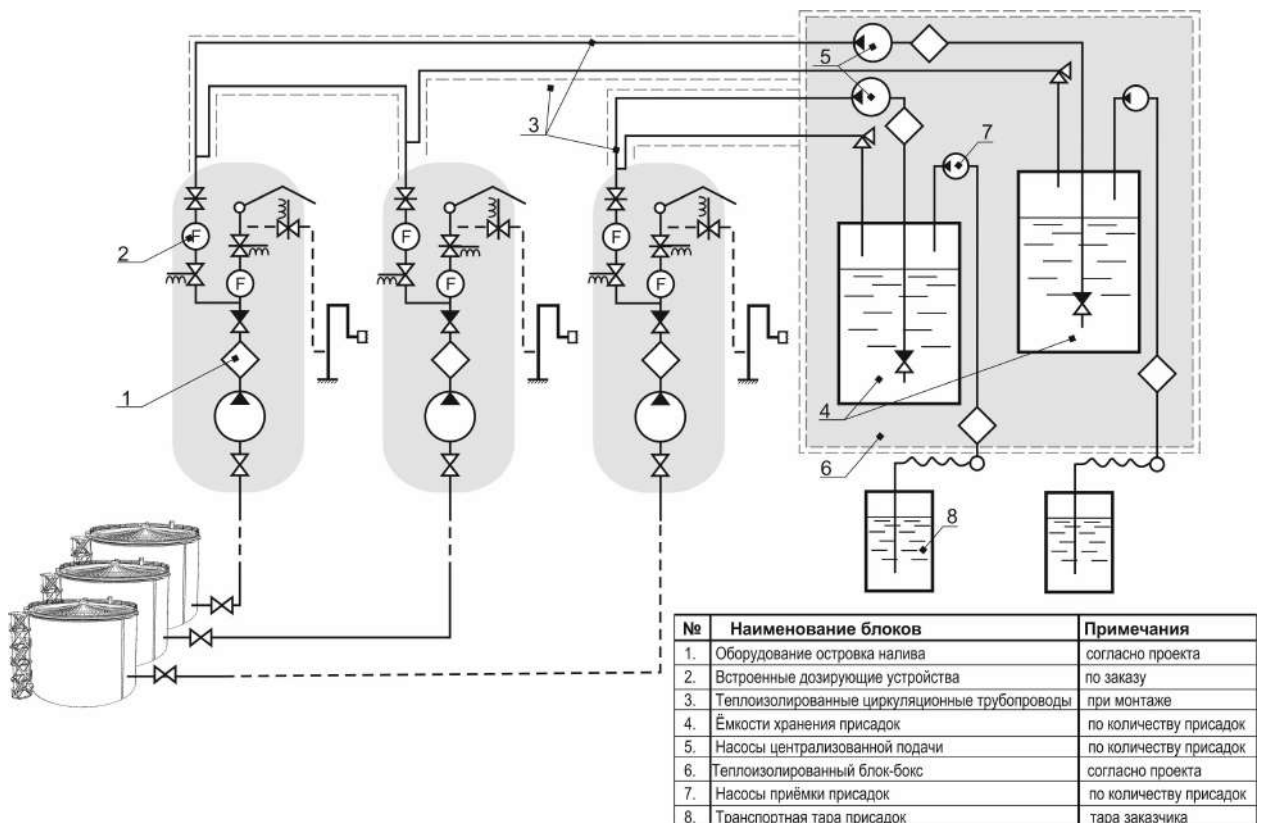

Рис. 10 - Оборудование централизованной системы подачи присадок при наливе автоцистерн
3.8 По заказу потребителя поставляется централизованная система подачи присадок при наливе автоцистерн, которая включает в себя: см. рис.10.
3.10 Силовое электрооборудование для каждого островка налива *см. рис. 10* включает в себя блочно- модульный силовой шкаф с обеспечением питания приборов КИПиА и управление моноблочными насосными станциями, входящими в блоки измерительные, с контролем параметров электродвигателей и насосов.